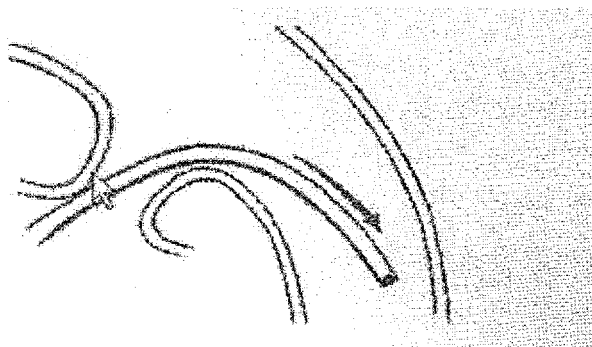

Рис.2
4. Введите удлиненный проводник катетера в нисходящую аорту, как показано на рис. 2.